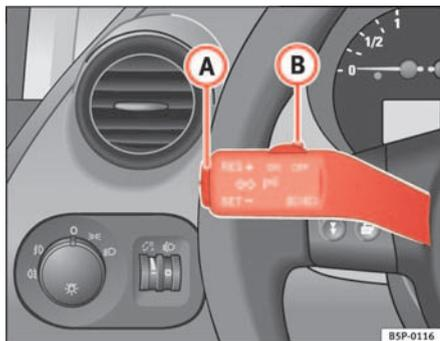

Fig. 140 Leva degli indicatori di direzione e degli abbaglianti: l'interruttore e il tasto di comando del regolatore di velocità
- Quando il veicolo raggiunge la velocità che si intende poi mantenere, premere una volta soltanto sulla parte inferiore del tasto **SET** ⇒ fig. 140 **A**.